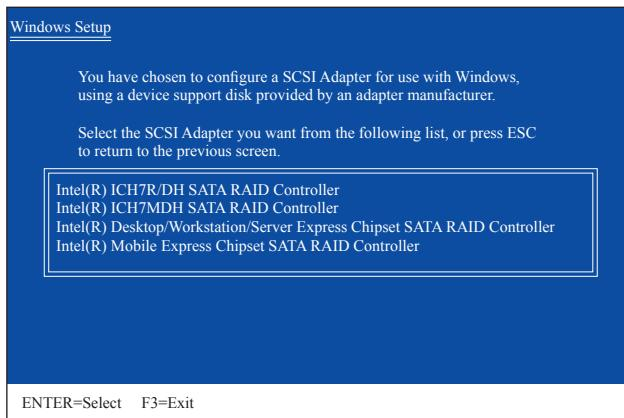

図2
SATA RAID/AHCIドライバを含むフロッピーディスクを挿入し、<Enter>を押します。次に、以下の図2のようなコントローラメニューが表示されます。Intel(R) Desktop/Workstation/Server Express Chipset SATA RAID Controllerを選択し、<Enter>を押します。AHCIモードの場合、キーボードの矢印キーを使用して Intel(R) 7 series/ C216 Chipset family SATA AHCI controller アイテムにスクロールし、<Enter>を押します。